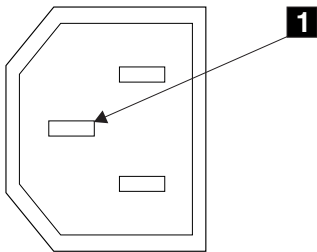

图 2. 接地引脚
6. 如图 2 中所示, 检查 SAN Volume Controller 的机架和每个主电源接口的接地引脚 **1** 之间的连续电阻。